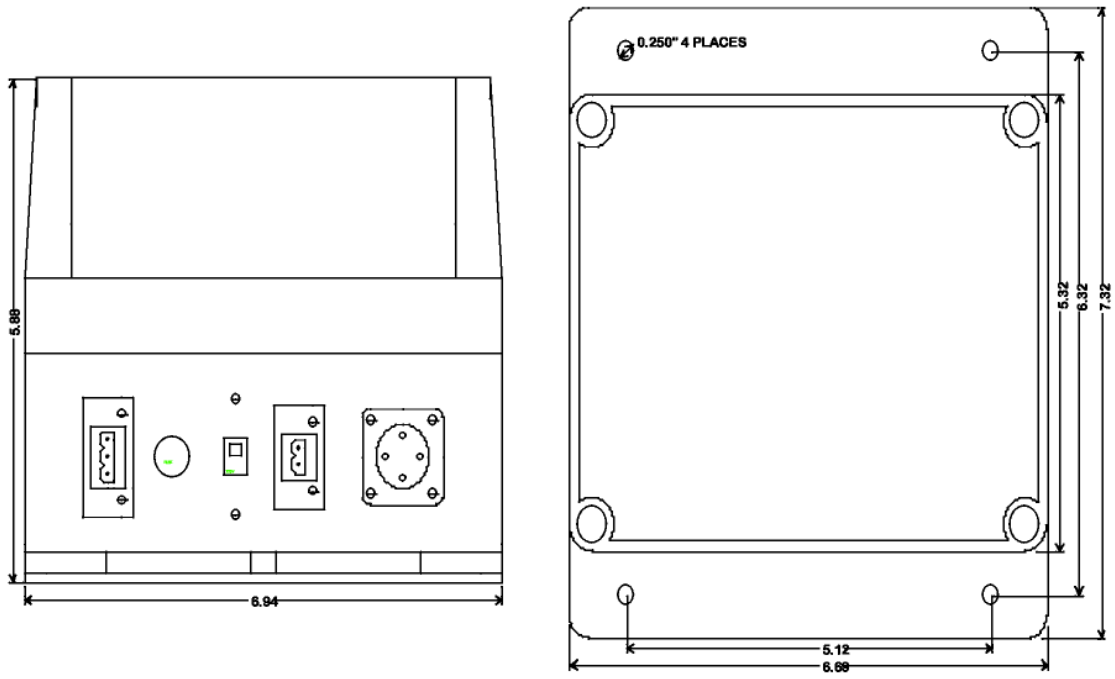

Figure 4 : Dimensions du boîtier haut voltage de l'AF 45
18. Remettre l'ensemble détecteur dans son logement et revisser-le tout, après changement du joint d'étanchéité, si nécessaire. Vérifier que les détecteurs sont installés alignés avec la pige de vérification de calibration (voir figure 4).